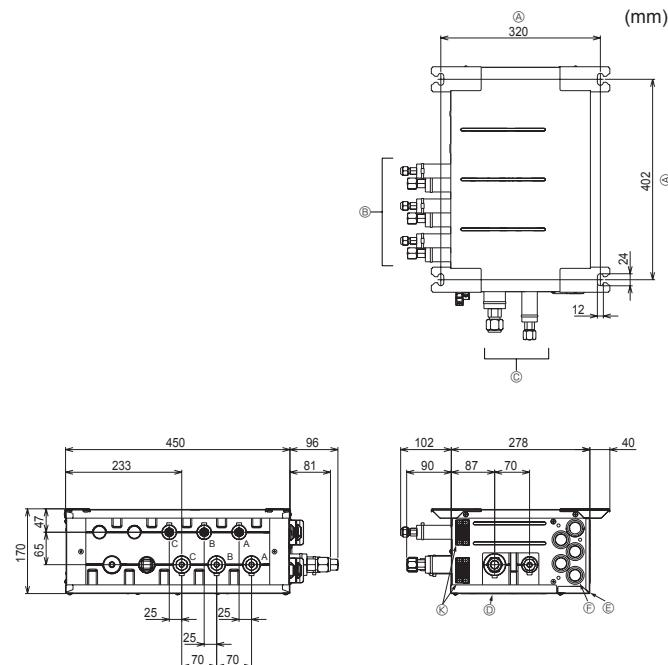

Fig. 4-3
② Retirez le capot électrique, le panneau de service et le panneau supérieur.
■ PAC-MK31BC (Fig.4-3)